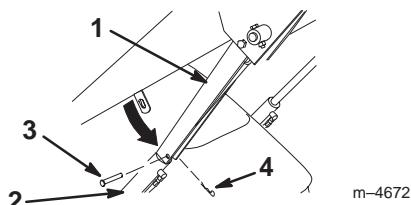

Bild 15
4. Entfernen Sie den Splint und Lastösenbolzen, mit denen das Zylinderschloss am Hubarm befestigt ist (Bild 15).
5. Senken Sie das Zylinderschloss über die Zylinderstange und befestigen Sie es mit den Splint und Lastösenbolzen (Bild 15).
5. Bewegen Sie das Zylinderschloss hinauf zum Hubarm und befestigen Sie es mit den Splint und Lastösenbolzen (Bild 15).